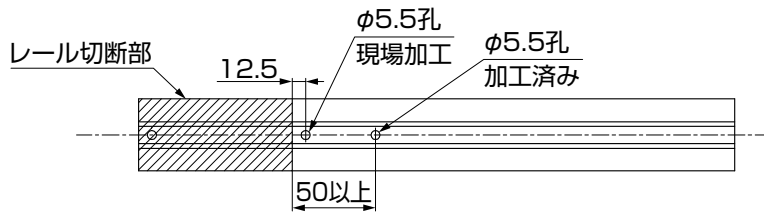

図11-6
- ⑤レール切断部から加工済みの孔まで50mm以上の場合、図を参照して、孔を追加加工をしてください。(図11-6参照)